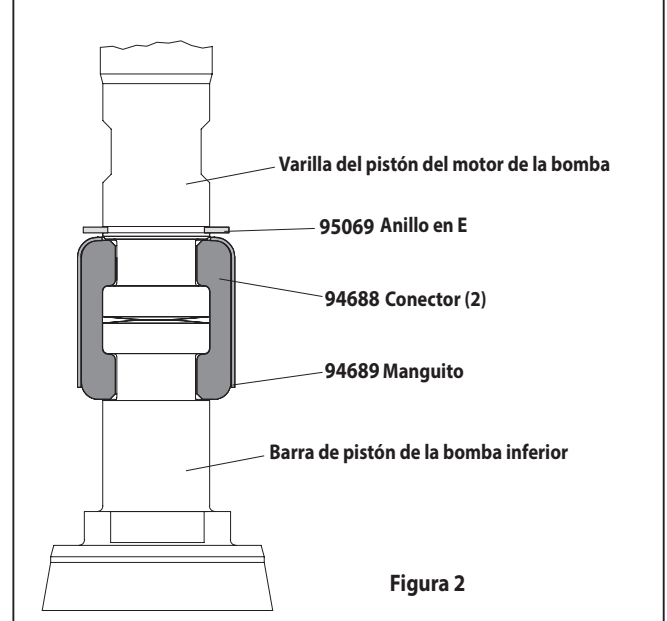

Figura 2
5. Utilizando pinzas de anillo e, deslice el anillo de retención lo suficiente como para permitir la manga para moverse hacia arriba y suelte los dos conectores (ver figura 2). Ponga a un lado el motor de aire.